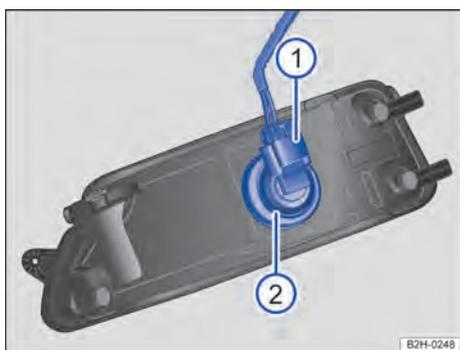

Fig. 149 Substituir a lâmpada incandescente do farol.
7. Destruavar e retirar o conector → Fig. 149 1.
8. Girar o suporte da lâmpada no sentido anti-horário até o batente e puxar com a lâmpada incandescente para fora → Fig. 149 2.
11. Conectar o conector → Fig. 149 1 ao suporte da lâmpada 2. O conector deve encaixar audivelmente.